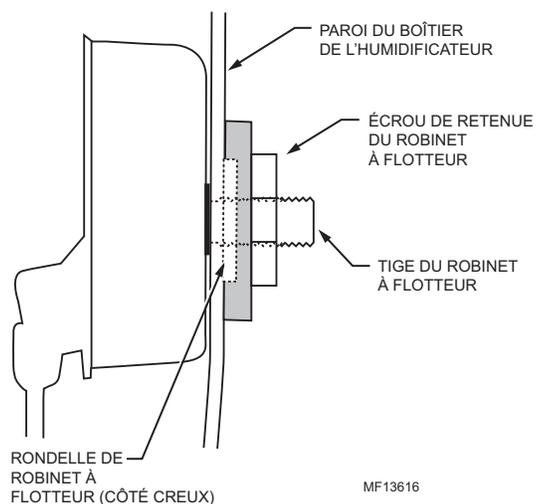

Fig. 25. Réinstallation du robinet à flotteur.
- d. Placer la rondelle du robinet à flotteur sur la tige. Le côté creux de la rondelle doit être placé du côté de la paroi de l'humidificateur. Voir la figure 25.